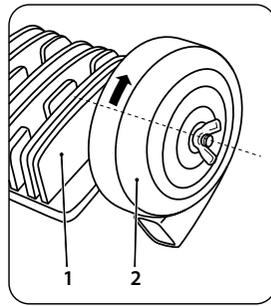
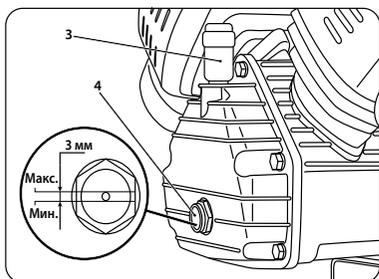

рис. 5
рис. 6
Вверните воздушный фильтр (2) в отверстие головки блока цилиндра (1) (рис. 5).
Открутите пробку картера (рис. 6) и заправьте масло до максимального уровня (до красной отметки) в смотровом окне (4) (рис. 5). Используйте компрессорное масло, поставляемое с компрессором.
После заправки масла установите сапун (3) (рис. 6).